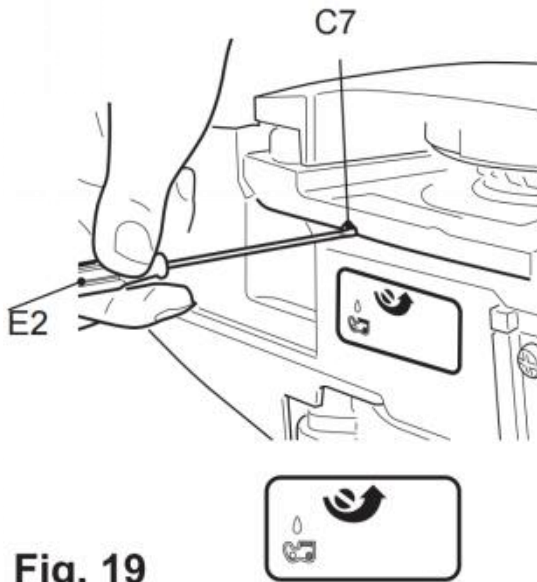

Fig. 19
4) Drehen Sie die Einstellschraube (C7) des Ölers an der Unterseite des Produkts, um den Kettenöfluss mit dem Multifunktionswerkzeug (E2) einzustellen (Abb. 19).